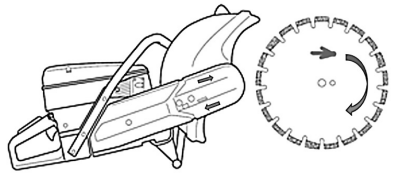

Рис. 5 Проверка направления вращения диска
4. Проверьте направление вращения диска (Рис. 5). Убедитесь, что диск вращается в направлении, указанном стрелкой на диске. Направление вращения показано стрелками на кожухе режущего узла бензореза и полотне диска.